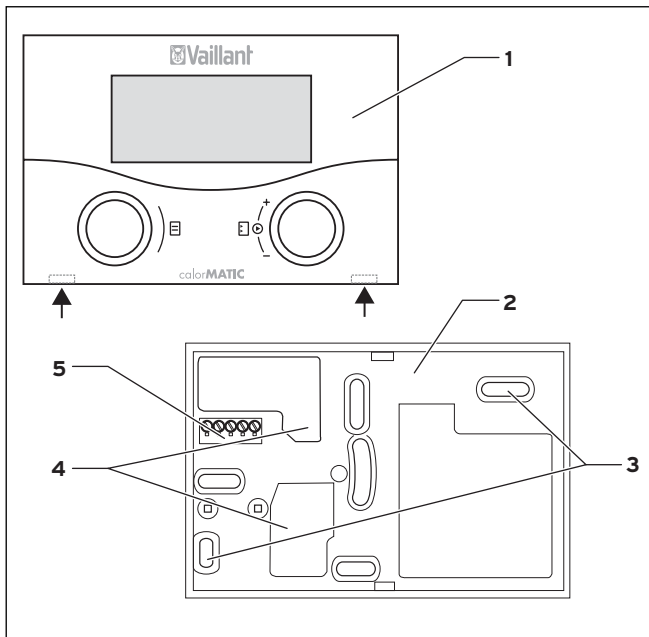

Fig. 4.1 Montage du calorMATIC 392
- ⇒ Retirer le régulateur (1) de son socle mural (2). Pour ce faire, introduire un tournevis dans les deux colliers d'arrêt (voir flèches fig. 4.1).
- ⇒ Percer deux trous d'un diamètre de 6 mm en fonction des trous de fixation (3).
- ⇒ Passer le câble eBUS à travers un des passe-câbles (4).
- ⇒ Appliquer soigneusement le régulateur sur le socle mural jusqu'à ce qu'il s'enclenche. La barrette à broches située au dos du régulateur doit s'engager dans le connecteur (5) du socle mural prévu à cet effet.